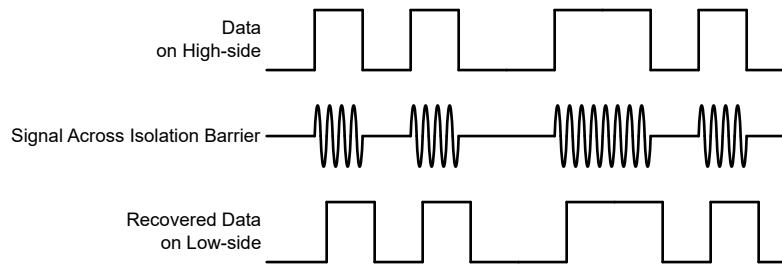

图 7-4. 基于 OOK 的调制方案
AMC23C12 使用开关键控 (OOK) 调制方案 (如 图 7-4 所示)，跨过基于  $\text{SiO}_2$  的隔离栅来传输比较器输出状态。功能方框图 所示发送驱动器 (TX) 跨过隔离栅发送一个内部生成的高频载波来表示数字一，不发送信号则指示数字零。